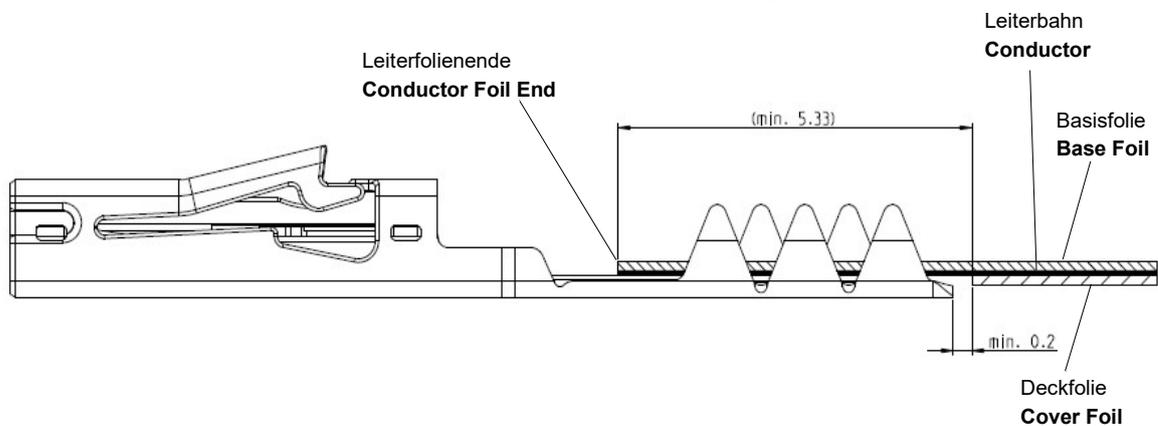
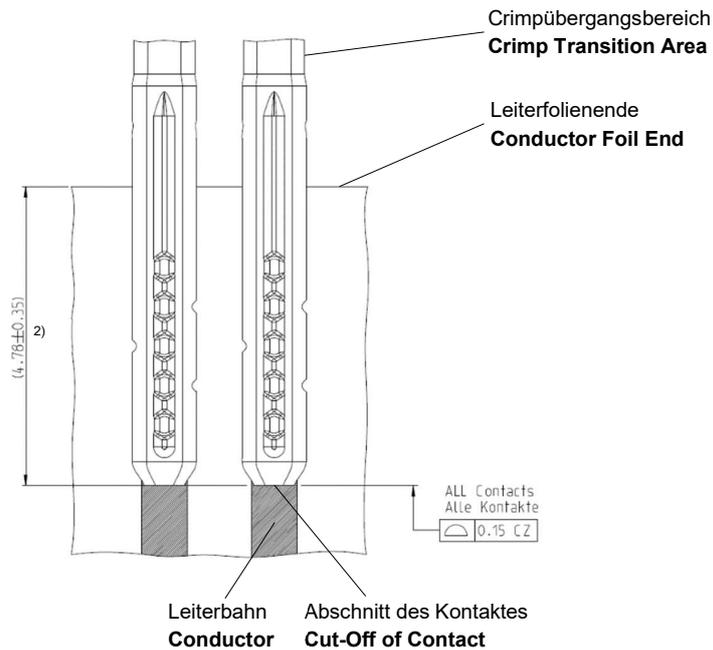

Abbildung 9 / Figure 9
Abbildung 10 / Figure 10
Der Kontakt muss zur Leiterbahn so angeschlagen sein, dass er in den angegebenen Begrenzungen zum Leiterbahnende liegt. In Abbildung 9 werden drei Varianten der Kontaktierung der Folie beschrieben. Abbildung 10 zeigt die Lage des Kontaktabschnitts zum Leiterfolienende.
The contact must be so crimped to the conductor track that it lies in the specified limits to the conductor end. In figure 9 three versions of contacting the foil are described. Figure 10 shows the position of the contact cut-off to the conductor foil end.
2) Maß 4,78±0,35 ist in Abbildung 9 definiert / Dimension 4.78±0.35 is defined in figure 9